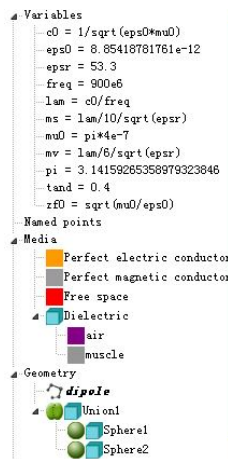
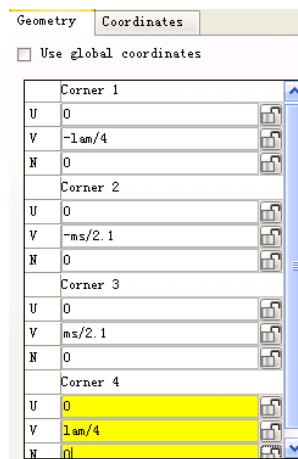
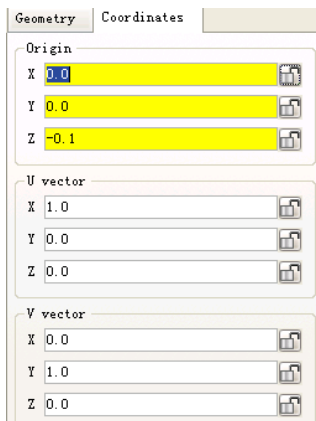
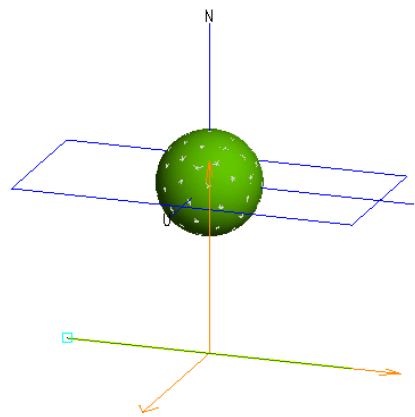

图 7-1 原始参数
图 7-2 折线尺寸
图 7-3 局部坐标系参数
图 7-4 模型
(1) 在 CADFEKO 中建立模型。在 origin 建立两个球，其半径分别为 0.025 和 0.03，然后 Union；在局部坐标系下建立一条折线，图 7-1 是原始参数，其尺寸如图 7-2 所示，局部坐标系的参数如图 7-3 所示。建立完成的模型折线如图 7-4 所示。